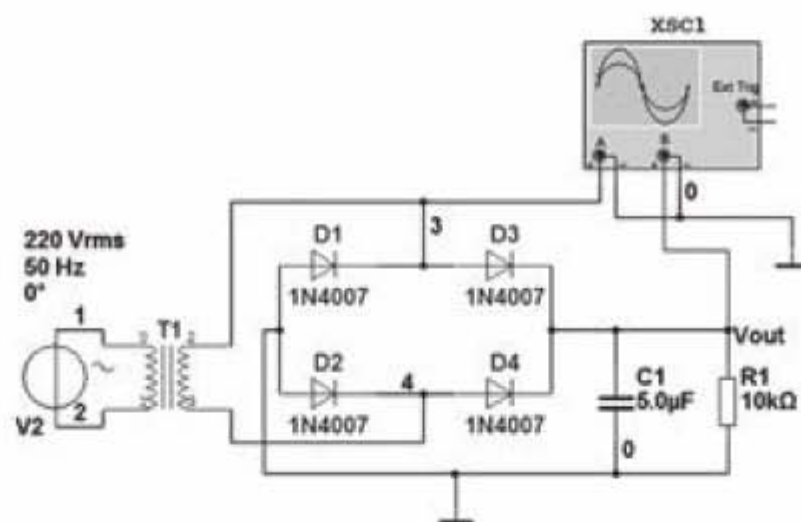

Рис. 3.99. Линейный источник питания
3.5.1. Собрать в Multisim схему линейного источника питания, состоящую из трансформатора, выпрямительного моста, емкостного сглаживающего фильтра, как показано на рис. 3.99. Исходные данные: